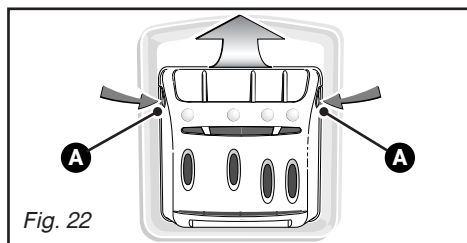

Fig. 22
- appuyez simultanément sur les bossages **A** se trouvant de part et d'autre de la boîte, celle-ci s'extraît de son logement (Fig. 22).